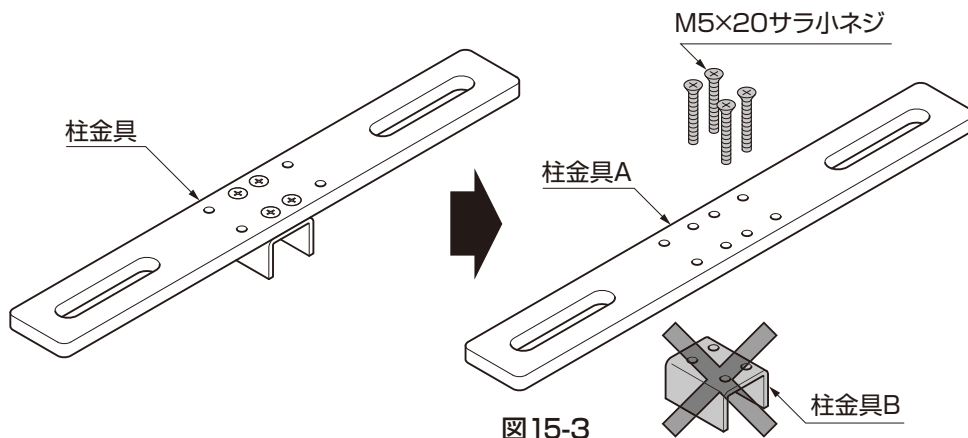

図 15-3
- 柱部品セット内の柱金具を分解して使用してください。(図15-3参照)
- ①壁付けブラケットに柱金具AをM5×20サラ小ネジで取付けてください。
- ②壁付けブラケットと桁を【8-1】、【8-2】、【8-3】で取付けてください。
- ③M10アンカーボルトで壁付けブラケットを壁に取付けてください。